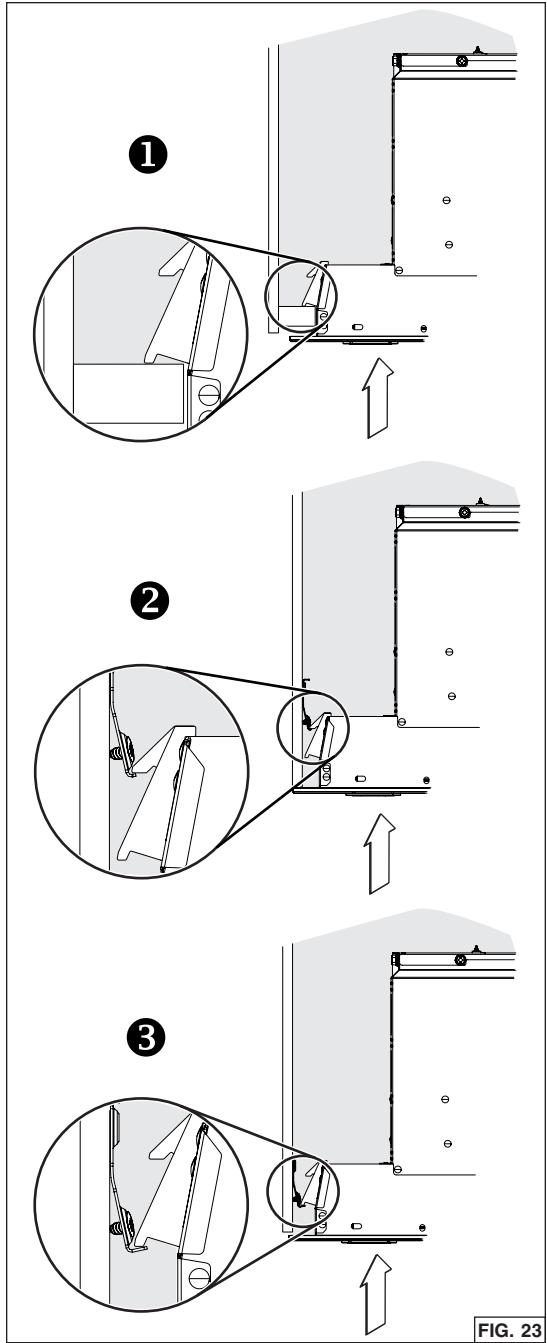

FIG. 23
- Insérer l'appareil dans l'armoire, jusqu'à ressentir un «clic» provenant des deux côtés de l'appareil, confirmant que les crochets *Ease of Install* s'appuient sur le dessus des côtés de la base de l'armoire ①, ou sur les rebords des supports d'armoire ② ou ③ (FIG. 23). Bouger l'appareil de gauche à droite, d'avant à l'arrière et le lever pour vérifier que les crochets *Ease of Install* retiennent l'appareil à l'intérieur de l'armoire.